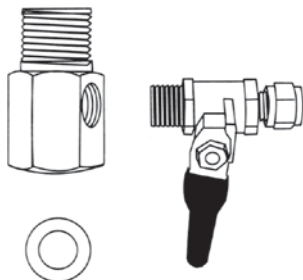

Рис. 9
2.1. Соберите узел подачи воды путем соединения шарового крана подачи воды с тройником, как показано на **рис. 9**. Используя ленту ФУМ, вверните кран подачи воды в тройник. Будьте предельно осторожны при подсоединении крана — чрезмерное усилие повредит его резьбу. Используйте гаечный или разводной ключ.